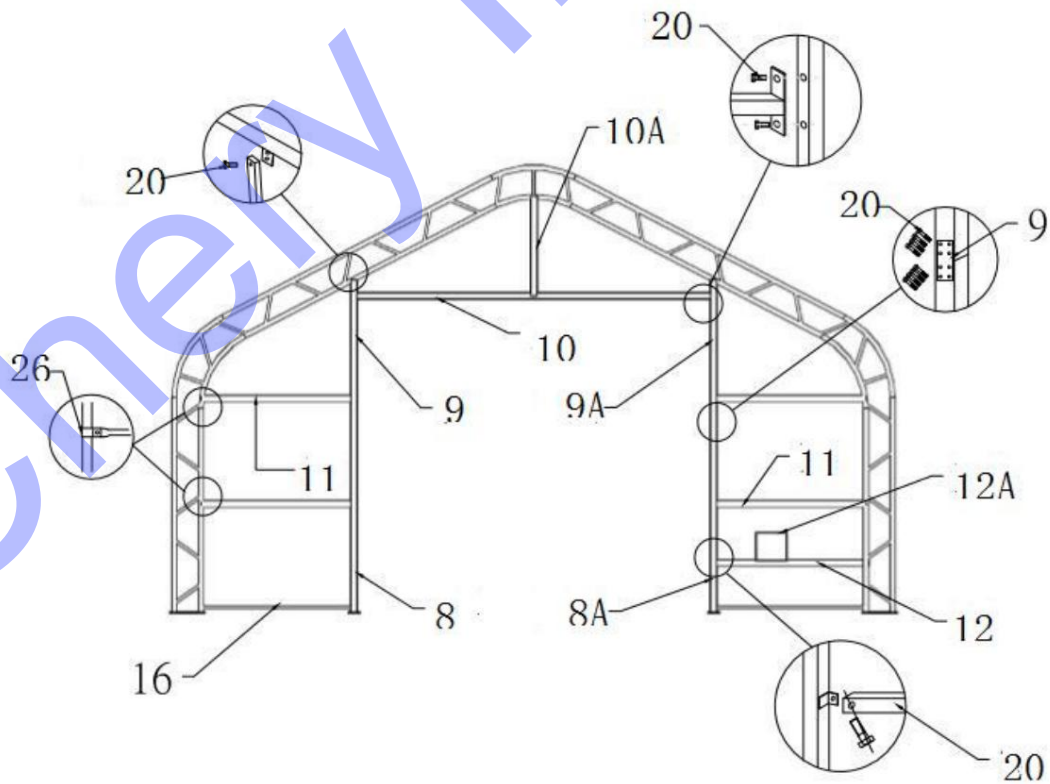

Figure 7 : Porte avant et porte arrière
1. La figure 7 montre l'assemblage du cadre de porte selon la figure 7.